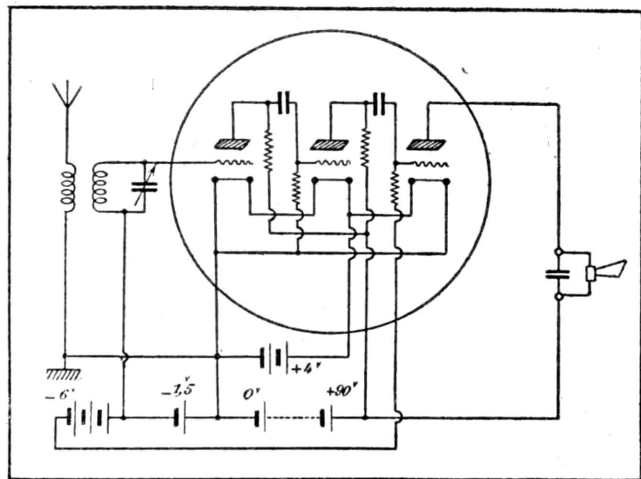

Fig. 6. — Schéma de récepteur classique à une lampe 3BF.
Le récepteur local (fig. 6) donne, même sur antenne de fortune, une réception puissante des émissions locales en haut-parleur. Aucun récepteur ne nous a donné une telle satisfaction au point de vue pureté et fidélité de reproduction (1). Sur une bonne antenne ce récepteur est capable de donner les principales émissions étrangères.